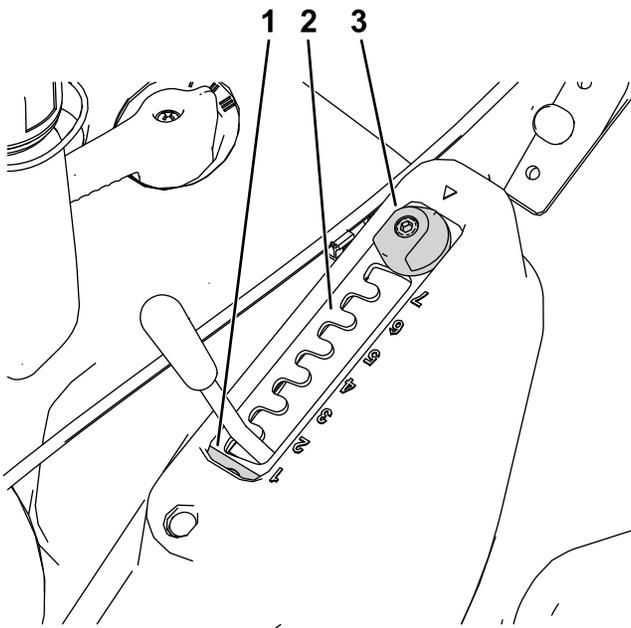

Bild 14
2. Drehen Sie den Matchcut-Einsteller um 180° (Bild 13 und Bild 14).